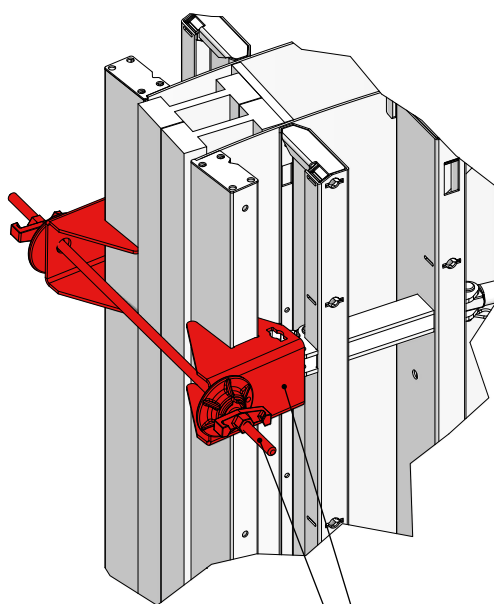

Abb. 17.1
1. Der DW Stab wird mit Hilfe von zwei Abschalklammern und zwei Gelenkflanschnuttern an der Schalung befestigt. Dadurch wird der Betondruck, der auf die Elemente wirkt, aufgenommen und die gewünschte Wandstärke gewährleistet (Abb. 17.1).